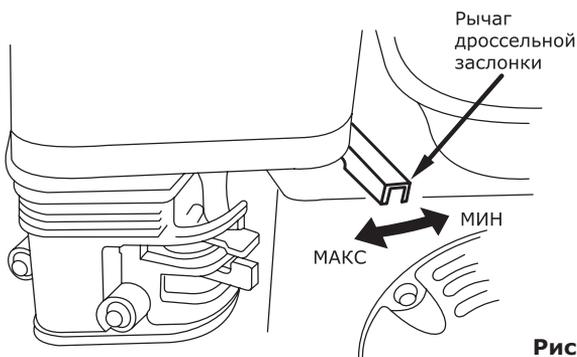

Рис. 15
- Поставьте рычаг дроссельной заслонки на 1/3 хода в сторону положения «МАКС» (рис. 15).
- После прогрева двигателя поставьте рычаг дроссельной заслонки в положение «МАКС» для самозаполнения шлангов. Число оборотов двигателя и соответственно производительность мотопомпы регулируется изменением положения рычага дроссельной заслонки (рис. 15).